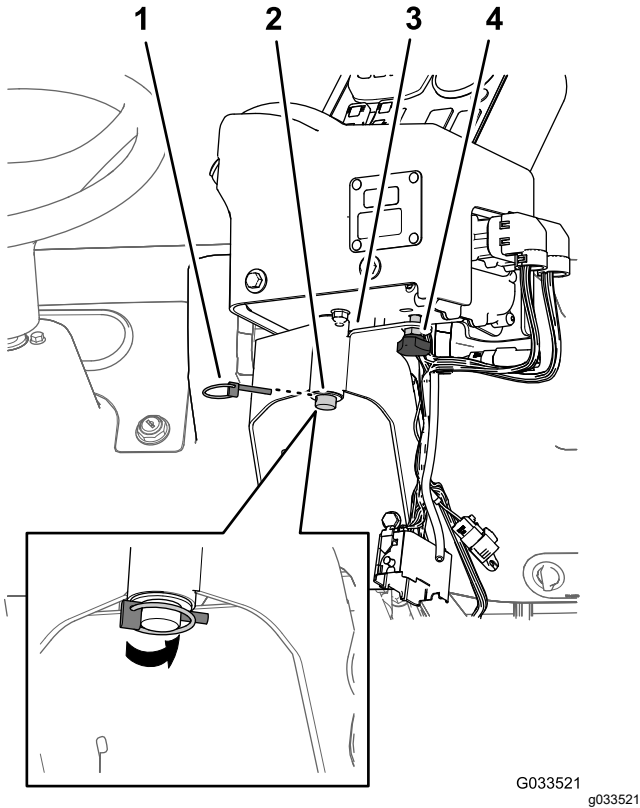

Figure 18
- Fixez la console de commande au support du boîtier de commande au moyen de la goupille de circlip (**Figure 18**).
- Montez et serrez la molette de serrage pour empêcher la console de tourner durant cette opération (**Figure 18**).